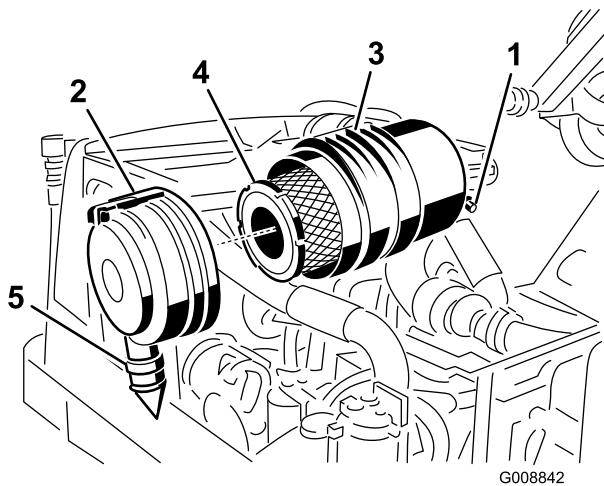

Figure 57
Faites l'entretien du filtre à air uniquement quand l'indicateur de colmatage (Figure 57) indique que cela est nécessaire. Changer le filtre à air prématurément ne fait qu'accroître le risque de contamination du moteur par des impuretés quand le filtre est déposé.
- Tirez le verrou vers l'extérieur et tournez le couvercle du filtre à air dans le sens anti-horaire (Figure 57).
- Enlevez l'élément principal (Figure 57). Il est déconseillé de nettoyer les éléments usagés car cela risque d'endommager le matériau du filtre. Vérifiez que le filtre de rechange n'a pas été endommagé
3. Remplacez l'élément principal (Figure 57).
6. Montez le couvercle en dirigeant la valve de sortie en caoutchouc (Figure 57) vers le bas, entre 5:00 et 7:00 heures environ vu de l'extrémité. Fermez le verrou.